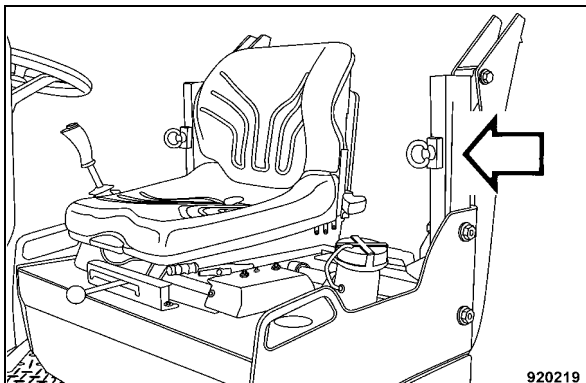

Fig. 117
- Positionner les tôles de serrage à la verticale aux deux côtés pour relever l'arceau de sécurité ROPS (Fig. 117).